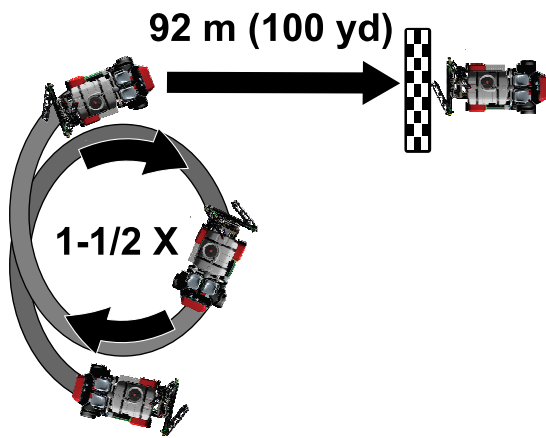

図 165
2. マシンを 1.5 回転旋回させる 図 165。
3. マシンを 1.5 回転旋回させる 図 165。
5. まっすぐに 92 m 走行する 図 165を参照。